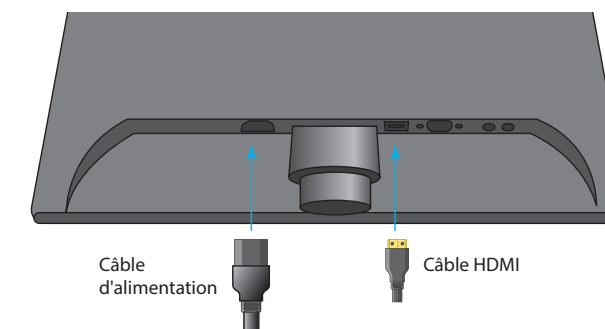

Fig. 1.8
- 9 Connectez le câble d'alimentation et le câble HDMI au moniteur (voir Fig. 1.8). Branchez l'autre extrémité du câble d'alimentation à une prise électrique.